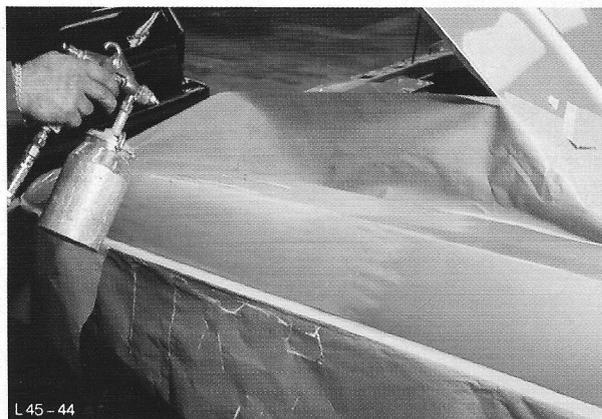

Fig. 13 Opnieuw gronden van doorgeschuurde oppervlakken
6. Spuit het geschuurde oppervlak met 'Flash-primer' of een hechtlaag, Fig. 13.